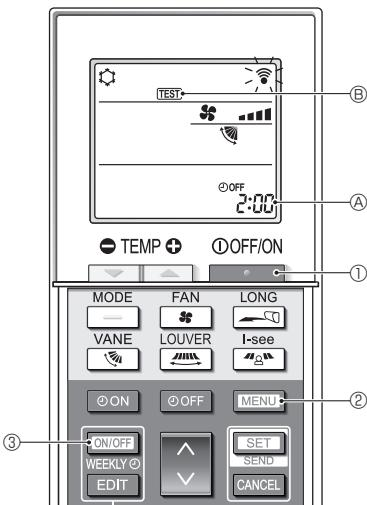

Fig. 7-5
7.2.2. Bruk av trådløs fjernkontroll (Fig. 7-5)
■ Testkjøring (Fig. 7-5)
- Trykk på -knappen ① for å stoppe klimaanlegget.
- Hvis uketidsuret er aktivert (lyser), trykker du på -knappen ③ for å deaktivere det (slukkes).
- Trykk på -knappen ② i 5 sekunder.
- Trykk på -knappen ②.